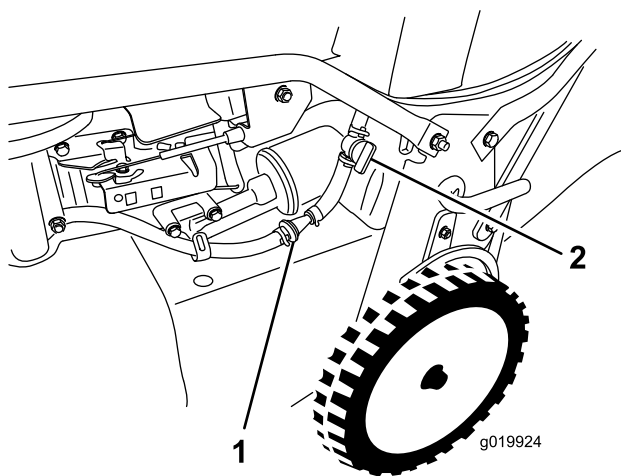

Figura 33
3. Chiudete la valvola di intercettazione del carburante (Figura 33).
4. Rimuovete il filtro del carburante (Figura 33) dal relativo tubo allentando i serraturini attorno al filtro.